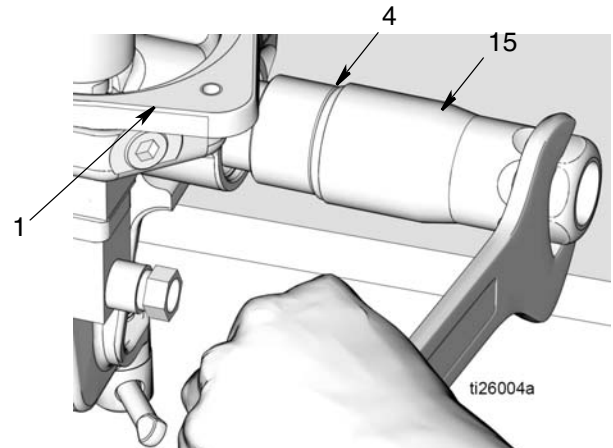

图 23
16. 从泵底座 (1) 上拧下出口止回阀 (15) (图 23)。从出口止回阀上拆下 O 形圈 (4)。根据正确处置的所有相关规定，处置 O 形圈。